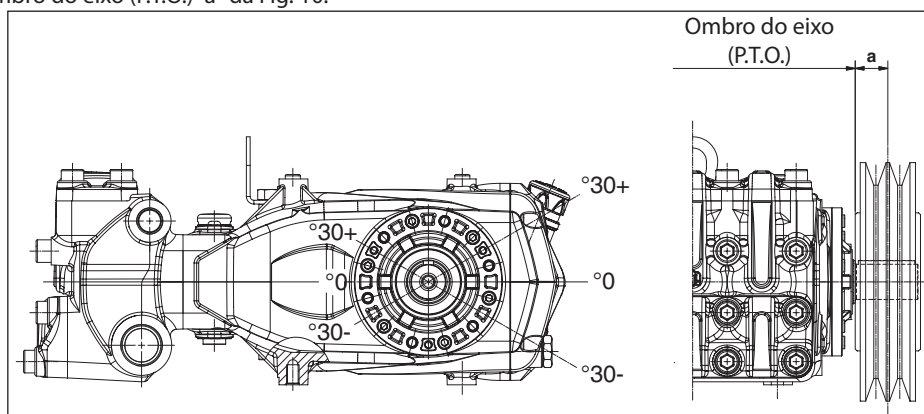

Fig. 10
A carga radial sobre o eixo não deve ser superior a 4500 N (valor necessário para a definição do layout). A transmissão é considerada adequada se tal carga é aplicada a uma distância máxima de **a = 50 mm** do ombro do eixo (P.T.O), conforme indicado na Fig. 10.
- b) Use correias de alto rendimento - por exemplo **XPB** ao invés de **SPB** - pois será necessário uma quantidade inferior de correias com a mesma potência transmitida e uma consequente distância inferior do resultante em relação ao ombro do eixo (P.T.O.) "a" da Fig. 10.
- e) Siga a direção da tensão da correia, conforme indicado na Fig. 10 para exigências diferentes, contate o **Departamento Técnico** ou o **Serviço de Assistência Técnica**.